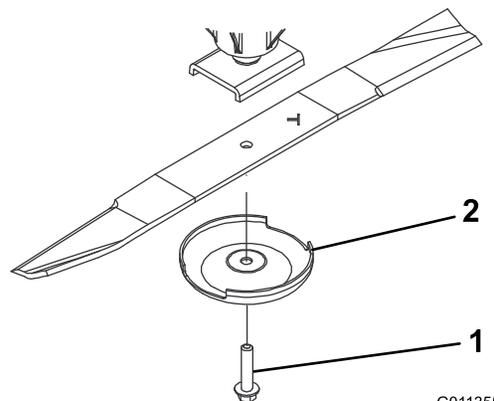

Bild 88
2. Halten Sie das Ende des Messers mit einem stark wattierten Handschuh oder wickeln Sie einen Lappen um es herum. Entfernen Sie die Messerschraube, die Antiskalpierkuppe und das Messer von der Spindelwelle (**Bild 88**).
3. Setzen Sie das Messer (der Flügel sollte zum Mähwerk zeigen) mit der Antiskalpierkuppe und der Messerschraube ein (**Bild 88**). Ziehen Sie die Messerschraube bis auf 115-149 N·m an.